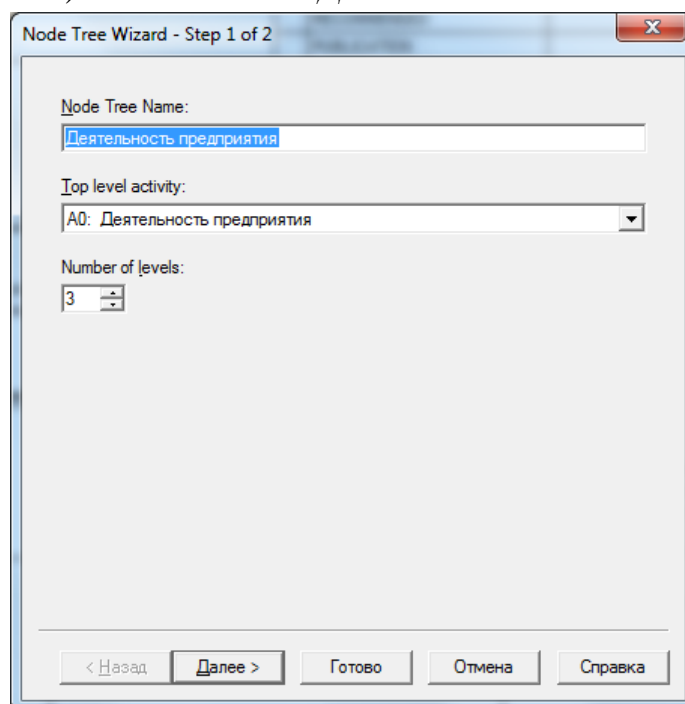

Рис. 26. Первый шаг Мастера создания дерева узлов
2. В главном меню выберите команду *Diagram* \Rightarrow *Add Node Tree* (Диаграмма \Rightarrow Добавить дерево узлов). На экране появится окно *Мастера создания дерева узлов* (рис. 26), в котором укажите имя диаграммы *Деятельность предприятия*, выберите корневую диаграмму $A0$, задайте *Number of levels* (Количество уровней) – 3 и нажмите *Далее*.